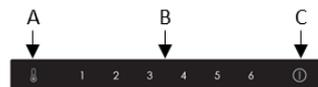

Fig. 3
Per semplificare operazioni di assistenza o di pulizia, l'elettrodomestico ha una modalità di sbrinamento forzato che può essere attivata toccando e tenendo premuti i sensori A e C in Fig. 3 per circa 3 secondi. Il sensore di regolazione della temperatura del frigorifero (A) lampeggia per confermare che la funzione di sbrinamento forzato è attiva. Questa funzione dovrebbe disattivarsi automaticamente una volta che il congelatore ha raggiunto una temperatura compresa tra 10 e 12°C.